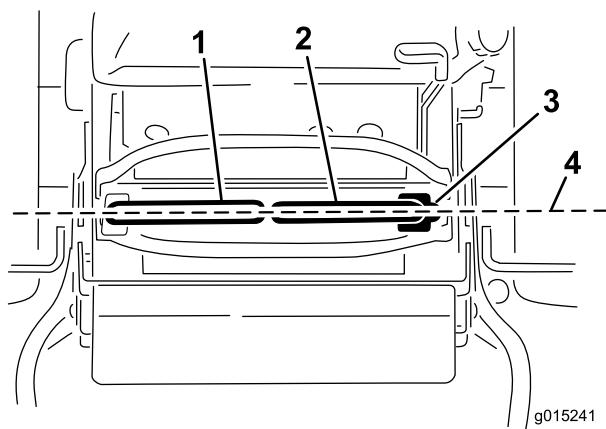

Figura 27
5. Ruotate il dispositivo di regolazione del cavo destro in modo da posizionare il comando di movimento destro al centro della fessura di blocco in folle del pannello di controllo (Figura 27).